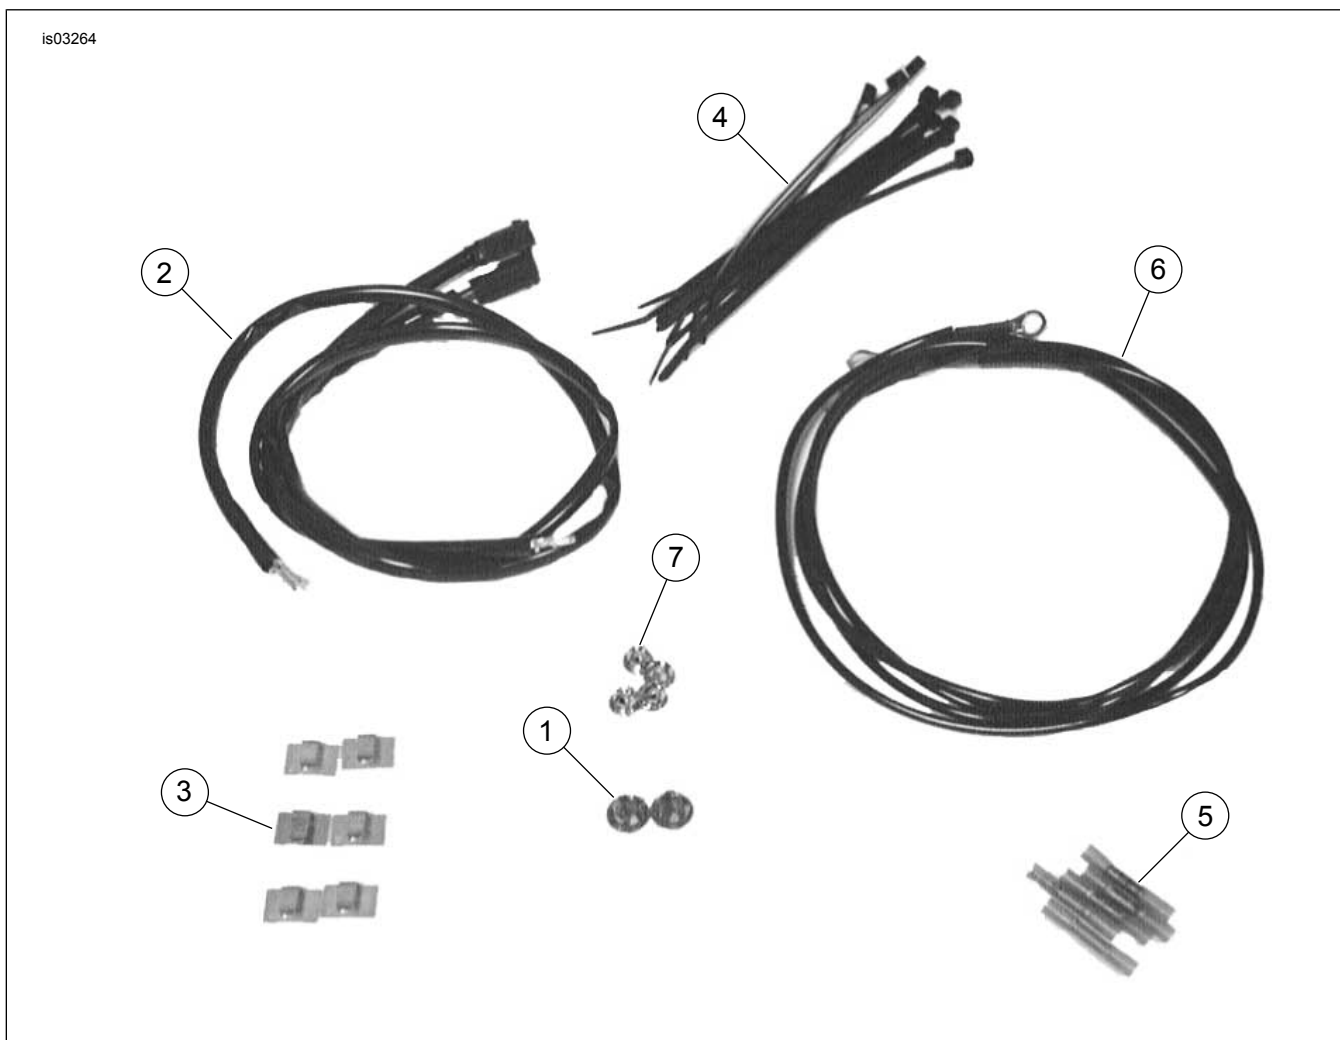

Abbildung 20. Ersatzteile: Blinkerverkabelungssatz (72509-00)
- a. Ein Stück Kabel aus dem Kabelbaum im Satz messen und abschneiden (Abbildung 20, Teil 2).
- c. Das ursprüngliche Kabel und das Steckverbinderende mit Stoßverbindern (Abbildung 20, Teil 5) und Überbrückungskabel verspleißen.